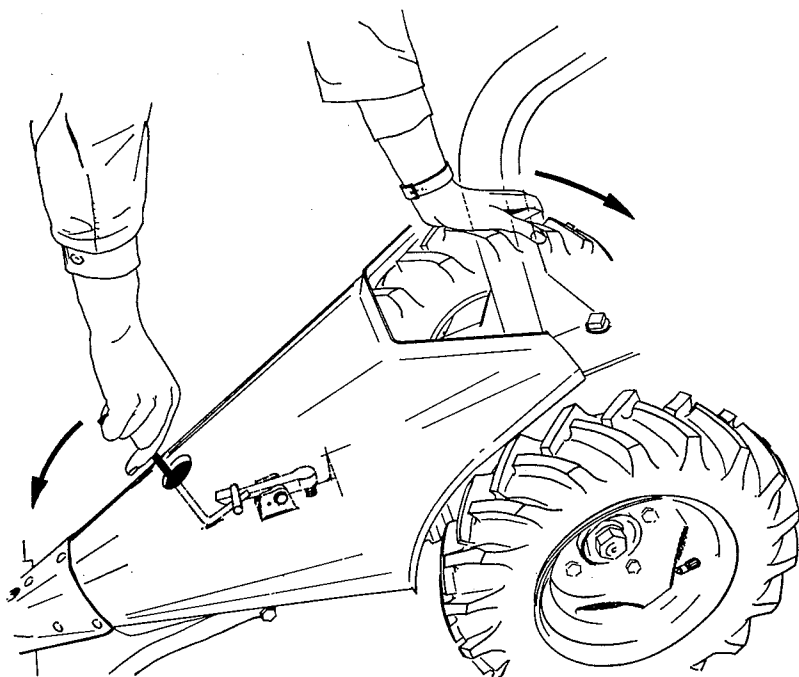

Fig. 5
**Demontage (Fig. 5)**
**Démontage (fig. 5)**
**Smontaggio (fig. 5)**